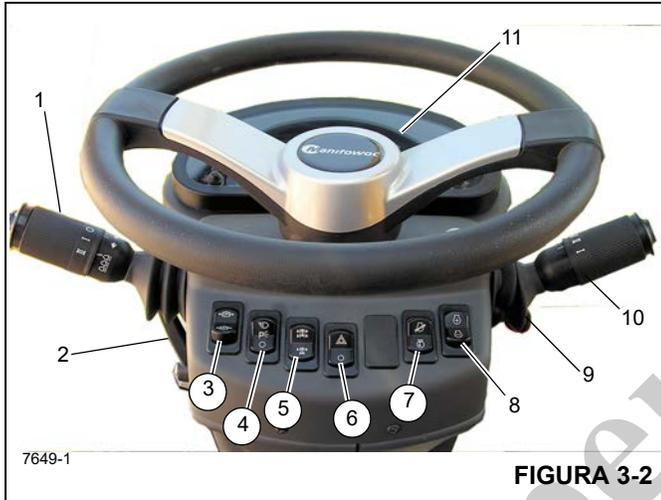

FIGURA 3-2
Todos os controles e indicadores para operar e monitorar as funções do guindaste encontram-se na cabine do guindaste (Figura 3-2), incluindo o seguinte:
O conjunto da coluna de direção na Figura 3-2 é uma coluna de direção de pedestal inclinável e telescópica. Ela pode ser inclinada 30° para frente ou erguida verticalmente cerca de 2.5 pol. Inclui também a chave de ignição e o mostrador de indicadores do barramento CAN (11) (Figura 3-2).
Números dos itens da Figura 3-2
A alavanca da sinaleira direcional e controles do limpador/lavador do para-brisa (1, Figura 3-2) localizam-se no lado esquerdo da coluna de direção. Empurrar a alavanca da sinaleira direcional para baixo faz com a sinaleira direcional esquerda dianteira e a esquerda traseira pisquem. Empurrar a alavanca da sinaleira direcional para cima faz com a sinaleira direcional traseira direita e a dianteira direita pisquem.
A coluna de controle de direção pode ser girada aproximadamente 30° para frente e erguida cerca de 2.5 polegadas. Mova a alavanca de controle (2) Figura 3-2 para baixo para travar a coluna de direção no lugar; girar a alavanca para cima libera a coluna de direção para os ajustes necessários.
A chave de controle do freio de estacionamento (3, Figura 3-2) localiza-se na frente da coluna de direção. Este chave de duas posições (ON/OFF - Ligada/Desligada) é usado para acionar e soltar o freio de estacionamento na transmissão. A luz vermelha indicadora do freio de estacionamento acende quando o pressostato no sistema de liberação do freio é ativado e o freio é aplicado. A chave tem uma trava para evitar ativação acidental.
A chave dos faróis (4, Figura 3-2) localiza-se na frente da coluna de direção. Esta chave de três posições (OFF/PARK/HEADLIGHT) (Desligada/Estacionamento/Farol) controla a operação das luzes dos instrumentos, dos LEDs das chaves e das luzes do marcador na dianteira, traseira e na lateral do guindaste. Quando a chave está na posição ON (Ligada), o LED da chave se ilumina.
A chave seletora do eixo de tração (5, Figura 3-2) localiza-se na frente da coluna de direção. Esta chave de duas posições é usada para selecionar Tração em duas rodas (faixa ALTA) ou Tração nas quatro rodas (faixa BAIXA). A chave controla uma válvula solenoide (energizada pela tração em duas rodas) que opera a faixa de velocidade e os cilindros de desconexão do eixo da transmissão. Quando a chave é colocada na posição de tração nas quatro rodas, a luz indicadora do eixo de tração na coluna de direção acende.
A chave seletora das luzes de perigo (6, Figura 3-2) localiza-se na frente da coluna de direção. A chave tem duas posições (ON/OFF) (Ligada/Desligada) que fazem com que as quatro luzes da sinaleira direcional pisquem ao mesmo tempo quando a chave é posicionado em On (Ligada). Quando a chave é posicionado em On (Ligada), o LED da chave também acende.
A chave de diagnóstico/controle da rotação do motor (7, Figura 3-2) é uma chave de duas posições fixas ON/OFF (Ligada/Desligada) usada para acessar os códigos de falha do motor ou para ativar o controle de baixa rotação do motor e as funções de rotação do motor.
Função de diagnóstico — Com a chave de ignição na posição RUN (Funcionar) e o motor desligado, pressione a parte superior da chave de diagnóstico/controle da rotação do motor para visualizar os códigos de falha do motor no mostrador da coluna de direção. Se houver mais de um código de falha do motor ativo, use a chave de incremento/decremento (8, Figura 3-2) para avançar e retroceder os códigos de falha. Se não houver códigos de falha do motor, o mostrador da coluna de direção indicará zeros.
Função da baixa rotação do motor — Com o motor funcionando e a parte superior da chave de diagnóstico/controle de rotação do motor pressionada, a baixa rotação do motor é ajustada por meio da chave de incremento/decremento (8, Figura 3-2).
Função da rotação do motor — Com o motor funcionando e a parte inferior da chave de diagnóstico/controle de rotação do motor pressionada, a rotação do motor é ajustada por meio da chave de incremento/decremento (8, Figura 3-2).
A chave de incremento/decremento (8, Figura 3-2) é uma chave temporária de três posições em que a posição central fixa é a posição desligada. Use esta chave para avançar e retroceder os códigos de falha ativos ou ajustar a rotação do motor.
da chave de diagnóstico/controle da rotação do motor (7, Figura 3-2) pressionada, pressione a parte superior ou inferior da chave de incremento/decremento para avançar ou retroceder os códigos de falha ativos indicados no mostrador da coluna de direção. Se não houver códigos de falha do motor, o mostrador da coluna de direção indicará zeros.
Função de rotação baixa do motor — Com o motor funcionando e a parte superior da chave de diagnóstico/controle da rotação do motor (7, Figura 3-2) pressionada, pressione a parte superior ou inferior da chave de incremento/decremento para aumentar ou diminuir a baixa rotação do motor.
Função da rotação do motor — Com o motor funcionando e a parte inferior da chave de diagnóstico/controle de rotação do motor (7, Figura 3-2) pressionada, a rotação do motor é ajustada por meio da chave de incremento/decremento. Pressione rapidamente a parte superior da chave uma vez para ir para rotação máxima; pressione rapidamente a parte inferior do chave para retornar à baixa rotação. Se a rotação do motor estiver abaixo do ajuste máximo da rotação, manter pressionada a parte superior da chave aumenta lentamente a rotação do motor; libere a chave depois de atingir a rotação desejada. Se a rotação do motor estiver acima do ajuste mínimo da rotação, manter pressionada a parte inferior da chave diminui lentamente a rotação do motor; libere a chave depois de atingir a rotação desejada.
A alavanca de câmbio (10, Figura 3-2) localiza-se no lado direito da coluna de direção. A alavanca de controle aciona a válvula seletora da transmissão eletricamente. Posicionar a alavanca para cima aciona o avanço e posicionar a alavanca para trás aciona a ré. Quando a alavanca está em neutro, ela permanece em um recorte. Para movimentar a alavanca para cima ou para baixo, puxe primeiro a alavanca para cima. Para mudar as marchas da transmissão selecione 1 a 6 para marchas de avanço ou 1 a 3 para ré.